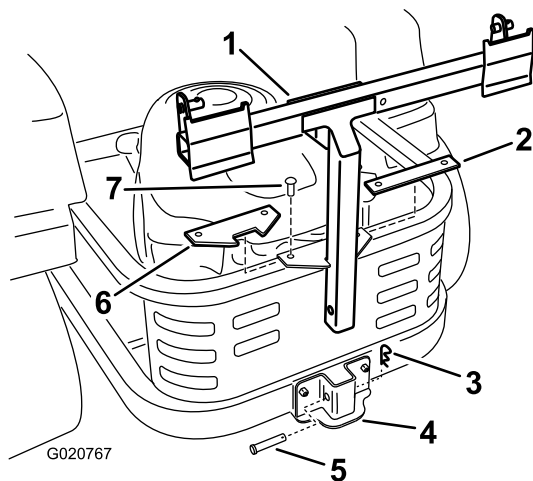

Figure 6
5. Fixez la nouvelle plaque comme montré à la Figure 6 avec les fixations retirées précédemment.
6. Montez le cadre du collecteur sur le support. Fixez le cadre du collecteur avec un axe de chape (1/2 x 2-1/4 po) et une goupille fendue (Figure 6).